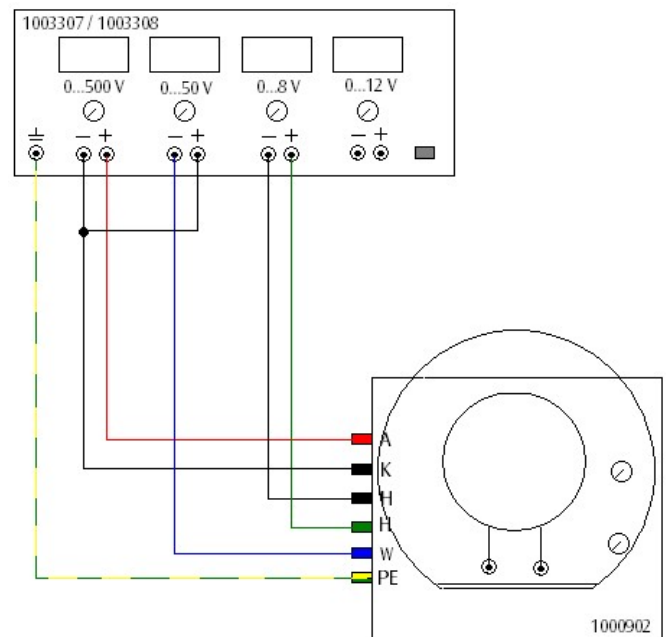

Fig. 4: Conexión del osciloscopio didáctico al aparato de alimentación de red.
- Se conectan las entradas del osciloscopio didáctico con las salidas de la fuente de alimentación de red, de acuerdo con las tensiones indicadas. (ver fig. 4).
- Realice el cableado de acuerdo con la fig. 4.